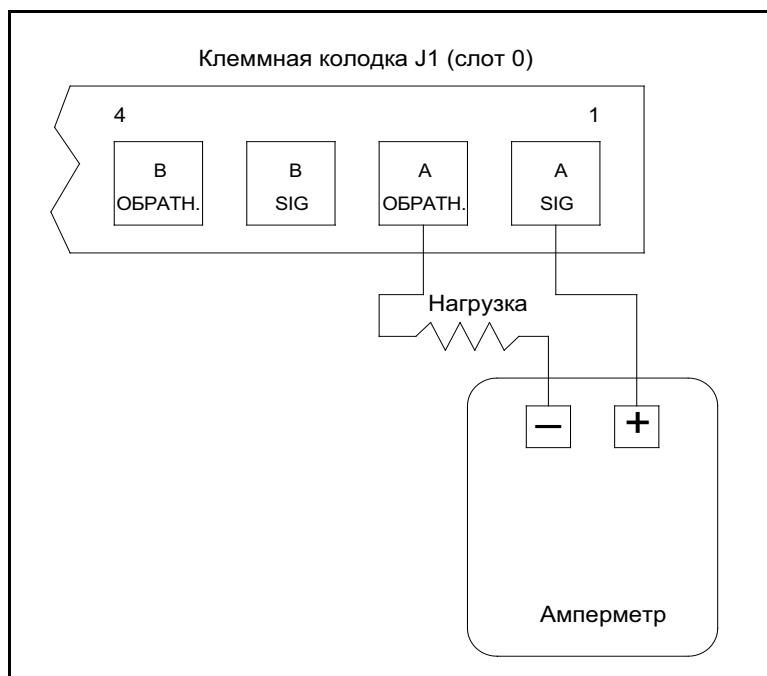

Рис. 1: Подсоединение амперметра (Output A)
Выполните подготовку к калибровке, подключив амперметр последовательно с нагрузкой на нужном выходе. См. Рис. 1 внизу и Рис. 3 стр 9 для идентификации контактов OUT (+) и RTN (–) нужного выхода.
**ВАЖНАЯ ИНФОРМАЦИЯ.** Процедура калибровки *Output B* идентична выполнению калибровки *Output A*. Однако при калибровке *Output B* необходимо изменить подсоединение амперметра на клеммной колодке J1. На Рис. 1 стр 2 показаны надлежащие номера контактов.